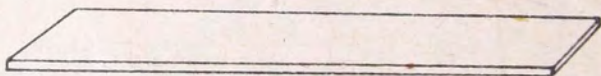

Fig. No. 1 (3)
**Tablas que van horizontales:** 1 metro de largo, 25 cms de ancho, 2 cms de grosor (figura No. 1).